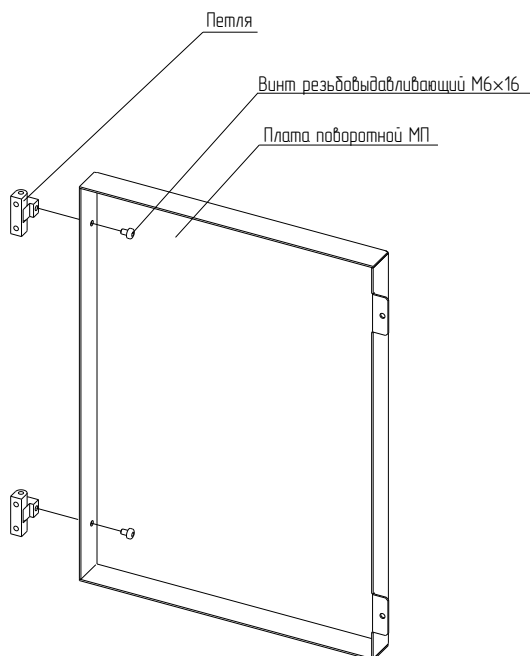

Рисунок 117
4.38.3 Закрепить петли на плате поворотной МП. Для крепления использовать винты М6×16 (рисунок 117). Момент затяжки – 7 Н·м.